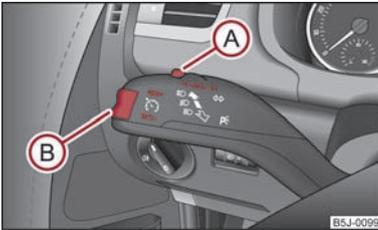

Abb. 82 Bedienungshebel: Wippe und Schalter der Geschwindigkeitsregelanlage
- Drücken Sie den Schalter **A** \Rightarrow Abb. 82 in die Stellung **ON**.
- Die gespeicherte Geschwindigkeit können Sie ohne Betätigung des Gaspedals durch Drücken der Wippe **B** \Rightarrow Abb. 82 in die Position **RES+ erhöhen**.
Die **Wiederaufnahme** der gespeicherten Geschwindigkeit erfolgt nach Loslassen des Brems- oder Kupplungspedals, bei Fahrzeugen mit automatischem Getriebe nur nach Loslassen des Bremspedals, und nach kurzem Drücken der Wippe **(B)** ⇒ **Abb. 82** in die Position **RES+**.
- Drücken Sie den Schalter **(A)** ⇒ **Abb. 82** nach rechts in die Stellung **OFF**.